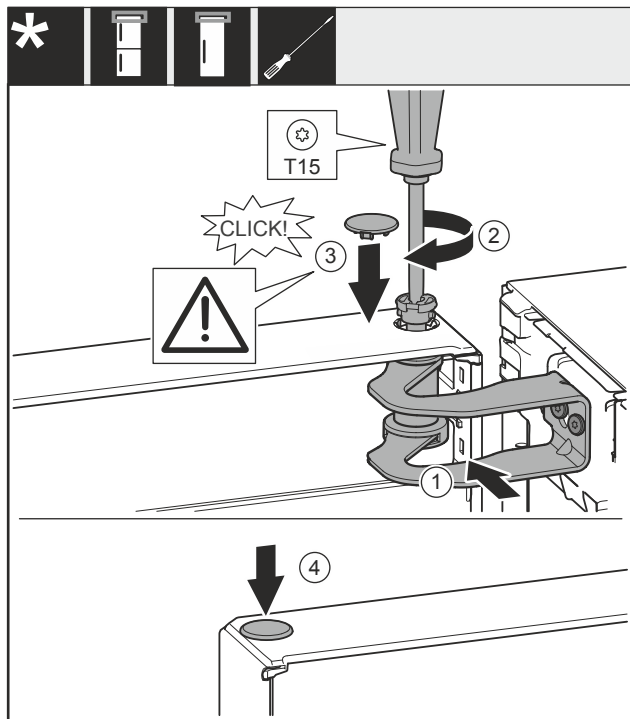

Fig. 23
- Регулирайте вратата спрямо отвора в лагерната стойка Fig. 23 (1).
- Поставете болта Fig. 23 (2) и затегнете здраво с отвертка.
- Поставете капака Fig. 23 (3).
- Проверете дали капакът Fig. 23 (3) е допрян до вратата.
- Поставете капака Fig. 23 (4).